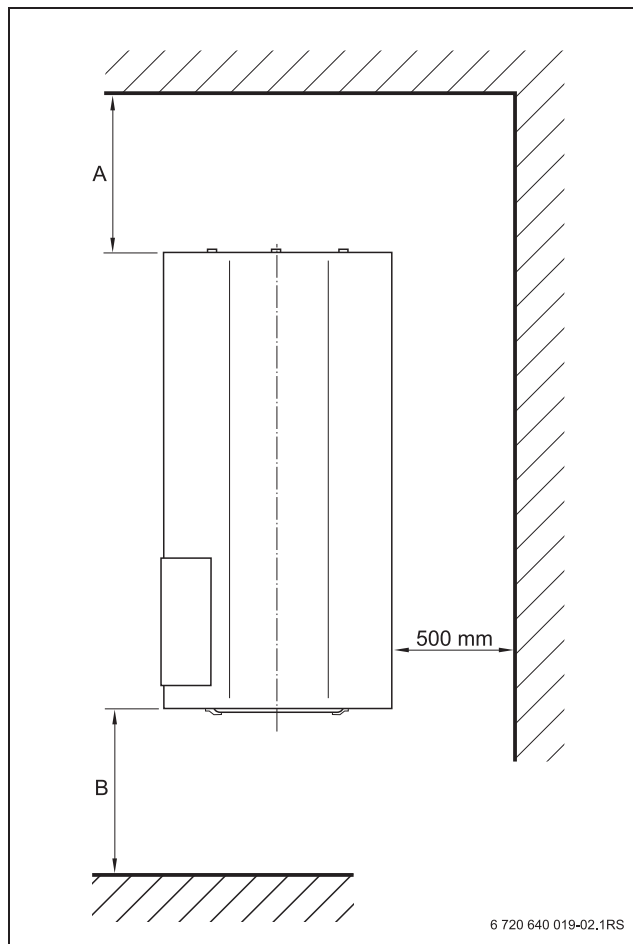

Рис. 5 Минимальные расстояния
- ▶ Выдерживайте минимальные расстояния в помещении, где устанавливается бак, необходимые для проведения монтажа, техобслуживания и ремонта (→ рис. 5).